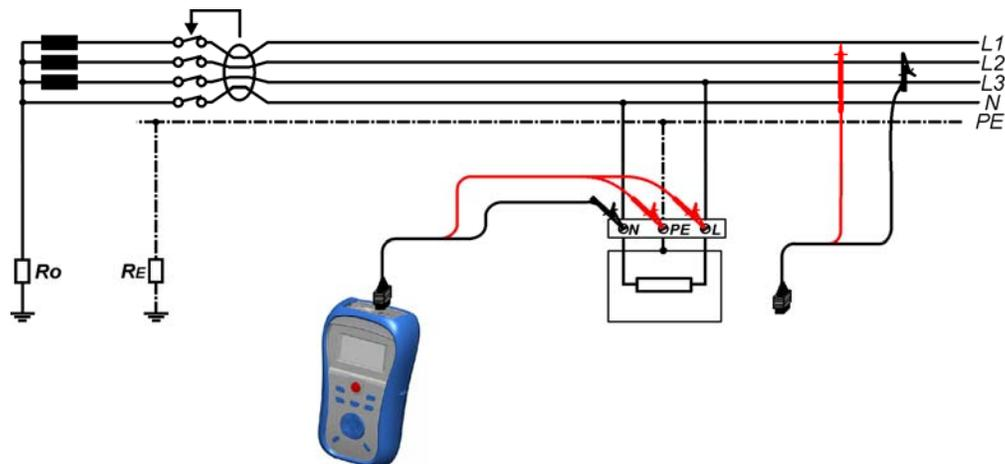

Bild 5.11: Anschluss des Universal-Prüfkabels
- Schließen** Sie die Prüfleitungen am Prüfling an (siehe *Bild 5.11*).